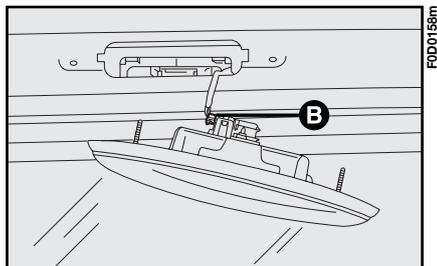

fig. 25
2) détacher le connecteur **B**-fig. 25;